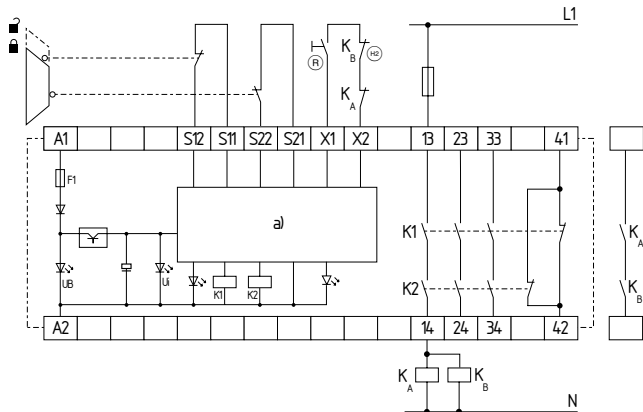

Fig. 2
Controlo de dois canais, representado no exemplo de uma monitorização de porta de proteção com dois interruptores de posição, sendo um contacto de abertura forçada; com botão externo de Reset (R) (ver Fig. 2)
- (HC) = Circuito de retorno